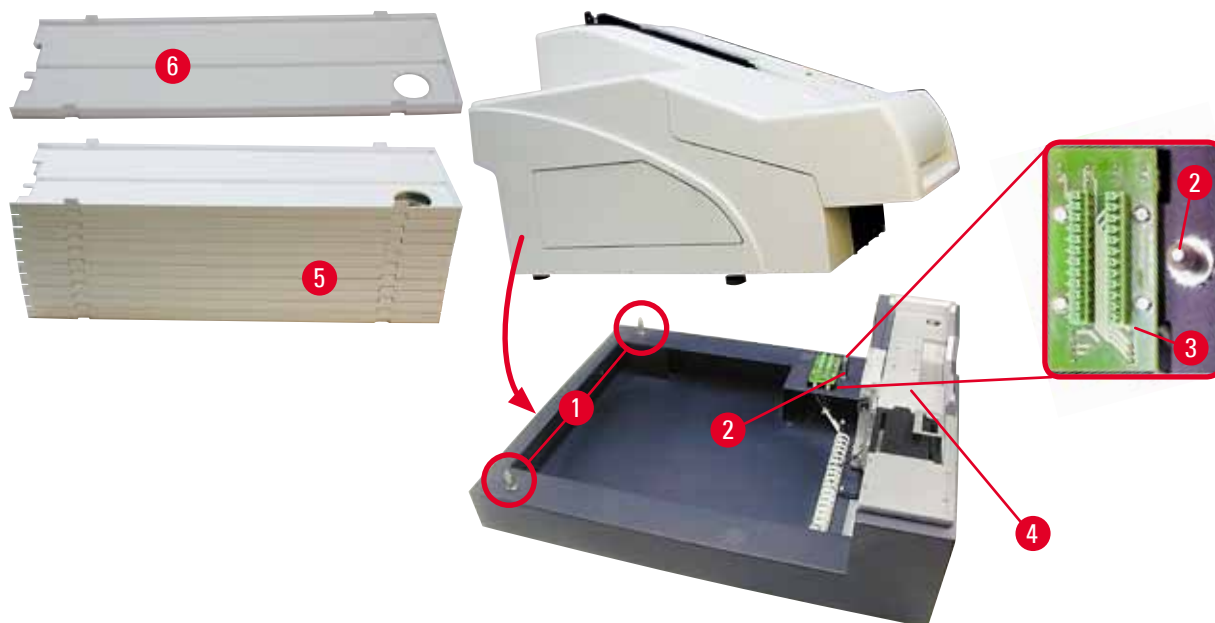

Fig. 12
3. Hold fast i begge sider af printeren (højre og venstre), og placér den, så de to bagerste bolte (→ "Fig. 12-1") passer ind i bundpladen som vist i (→ "Fig. 12").